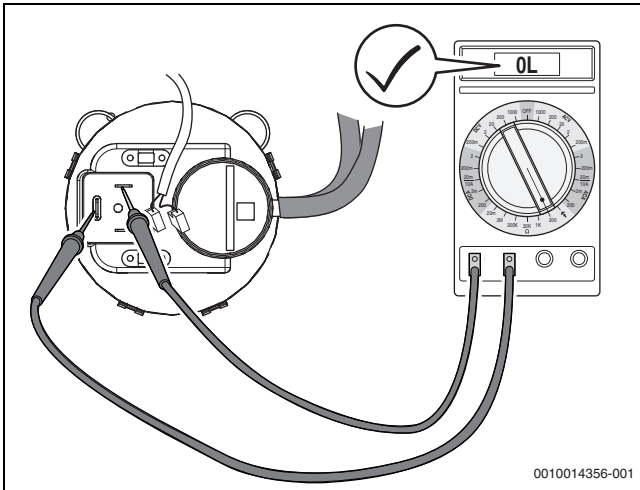

Рис. 57 Проверка проводимости дифференциального реле давления (реле в порядке)
- ▶ Отсоедините электрические провода на дифференциальном реле давления и измерьте сопротивление на контактах (→рис. 57).